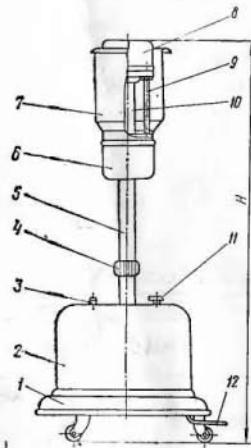

Рис. 1. Общий вид облучателя
4.1.1. Облучатель (рис. 1) состоит из трех основных узлов:
е) установить стакан 6 (см. рис. 1) и закрепить его винтами.
Защитный кожух 7 (см. рис. 1) протирать сухим марлевым тампоном.
6.3. Присоединить провод 12 (см. рис. 1) облучателя к сети.
8.1. Замену ртутно-кварцевой лампы производить следующим образом: отвернуть винты и снять колпак 9 (см. рис. 1), отвернуть винты у стакана 7 и опустить его вниз, отвернуть
8.2. Для замены сигнальной лампы необходимо отвернуть колпачок сигнальной лампы, находящийся на кожухе 2 (см. рис. 1), нажать на колбу лампы и, повернув ее против часовой стрелки, вынуть лампу.